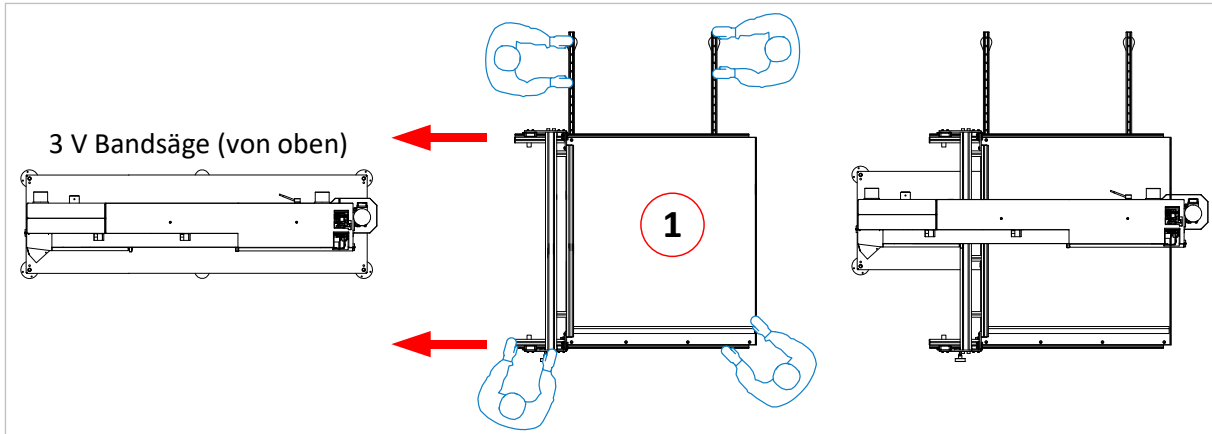

Abbildung 6: Linke Schiebetischhälfte (1) an die Maschine schieben
Nachdem Sie den Sägeblattschutz nach oben positioniert haben, schieben Sie die linke Schiebetischhälfte (1) mit 4 Personen oder einem Hallenkran ganz an die Bandsägemaschine heran (siehe ⇨ Abbildung 6 ganz rechts).